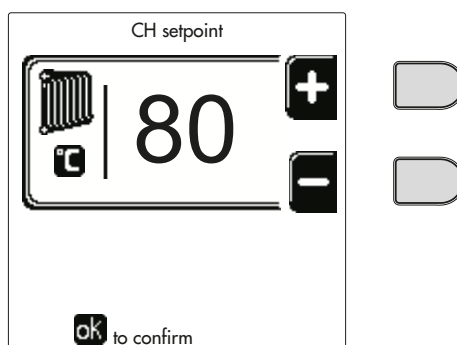
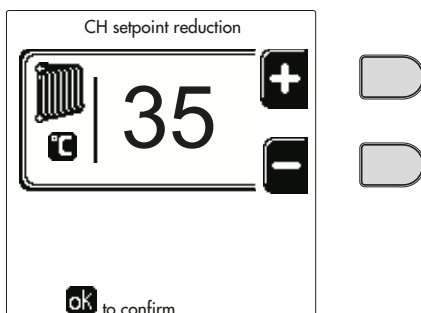
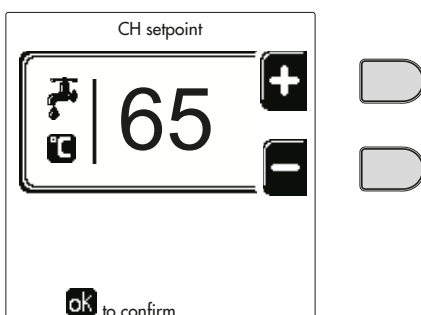
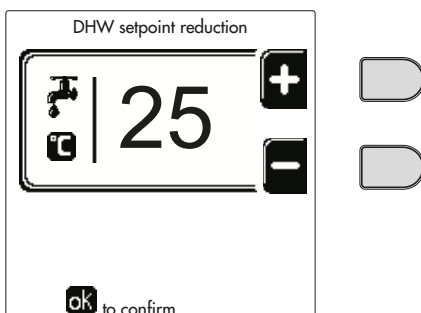

рис. 12
рис. 13
рис. 14
рис. 15
- **ON (ВКЛ)**. При поступившем запросе на отопление/ГВС котел работает на заданной температуре регулировки отопления/ГВС (рис. 12/рис. 14).
- **⚡**. При поступившем запросе на отопление/ГВС котел работает на уменьшенной температуре регулировки. Уменьшенная температура достигается путем вычитания температуры регулировки уменьшения (рис. 13/рис. 15) от заданной температура регулировки отопления/ГВС (рис. 12/рис. 14).